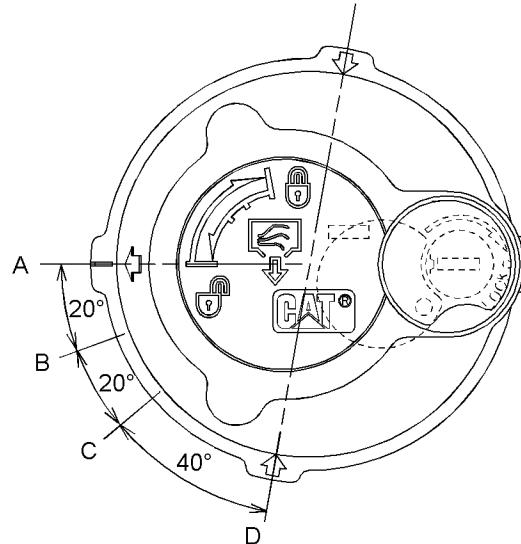

Ilustración 241
- (A) Posición TRABADA
- (B) Posición ALIVIO DE PRESIÓN - ARRANQUE
- (C) Posición ALIVIO DE PRESIÓN - FINALIZAR
- (D) Posición ABIERTA
**1.** Suelte la presión que puede haber en el circuito hidráulico de retorno con el siguiente procedimiento. Consulte la Ilustración 241 para ver las posiciones de la tapa del tubo de llenado.
- a. Gire la tapa del tubo de llenado hacia la izquierda y mueva la flecha de la posición (A) a la posición (B).
- b. Suelte la presión durante un mínimo de 45 segundos moviendo la flecha de la posición (B) a la posición (C).
- c. Oprima la tapa del tubo de llenado hacia abajo y mueva la flecha de la posición (C) a la posición (D).